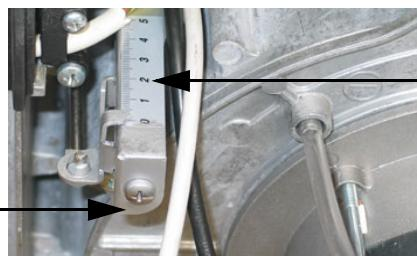

Рис. 27
- 3 снять крышку сервопривода: держать сервопривод в положении розжига (положение розжига = 0° на индикаторе воздушной заслонки **ID** - см. следующий рисунок на Рис. 27)
- 8 расслабить винт VR (см. Рис. 27)
- 9 сместить индикатор ID (Рис. 27) вдоль градуированной прорези в сторону + или -, для увеличения или уменьшения расхода воздуха, на основании требуемых значений продуктов сгорания;